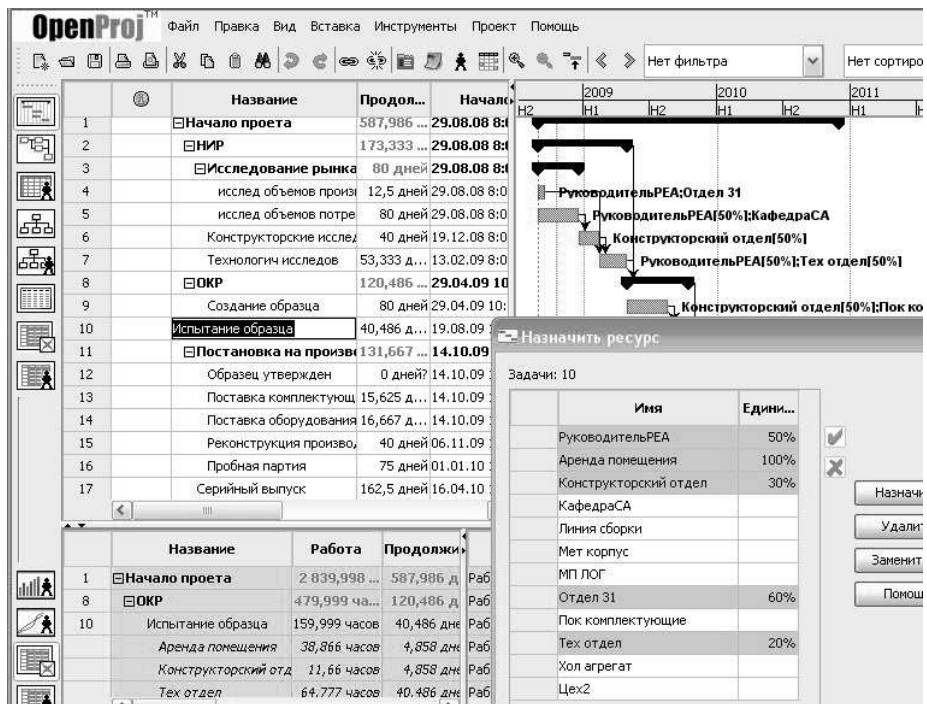

Рис. 5.11 – Назначение ресурсов работам
14. Выровнять ресурсы (рис. 5.11–5.12). В меню *Вид*, вкладки *Представление Gantt* и *Ресурсная гистограмма*. Установив курсор на работу в *Представлении Gantt*, в разделенном окне в *Представлении График ресурсов (гистограмма)* отследить недогрузку и перегрузку ресурсов. Перераспределить ресурсы с резервных работ на критические (выровнять), чтобы общий объем ресурсной нагрузки соответствовал доступности ресурса в листе ресурсов. Одновременно обеспечить